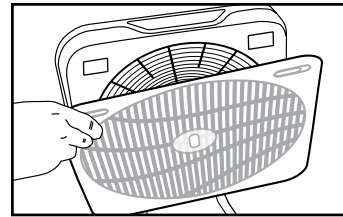

Fig. 20
9. Sostenga la parte inferior de la placa de la rejilla en su lugar y empuje la parte superior hacia la unidad hasta que las lengüetas de liberación de la parte superior de la rejilla vuelvan a su lugar con un clic. Vea la Fig. 20.